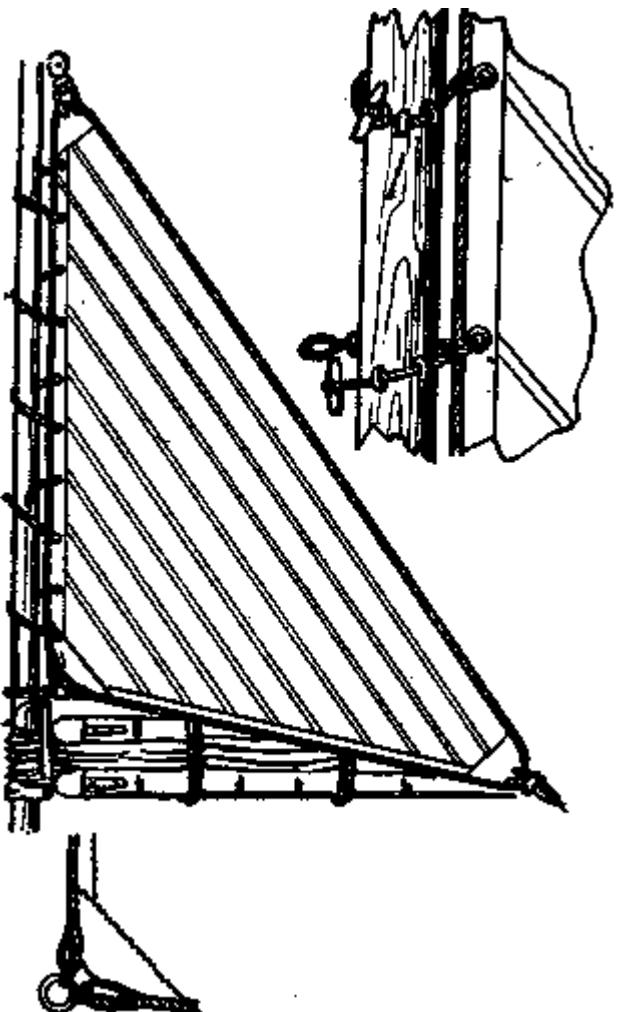

Рис. 49. Тристель
**Трисель** (**рис. 49**) ставят вместо грота и поднимают грот-фалом (при бермудском вооружении) или гарделью (при гафельном). Управляется он **тристель-шкотом**, заложенным на шкотовый угол и проведенным на корму яхты таким образом, чтобы линия тяги делила шкотовый угол триселя примерно пополам.